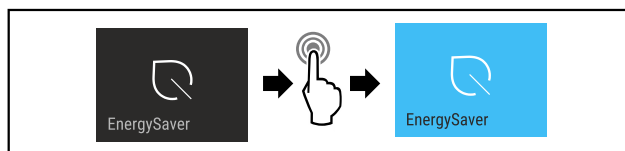

Fig. 16
- Stappen (zie Fig. 16) uitvoeren.